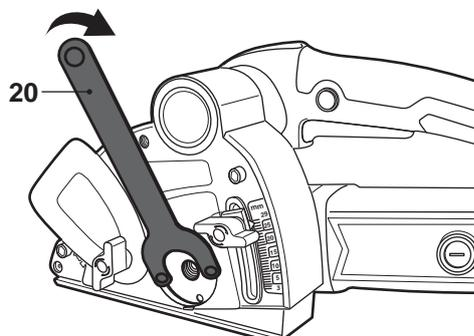

Fig. 2
- > Bloquez la broche [8] en appuyant sur le bouton de verrouillage de la broche [19] et desserrez la bride [12] en tournant dans le sens des aiguilles d'une montre à l'aide de la clé [20] (Fig. 2).